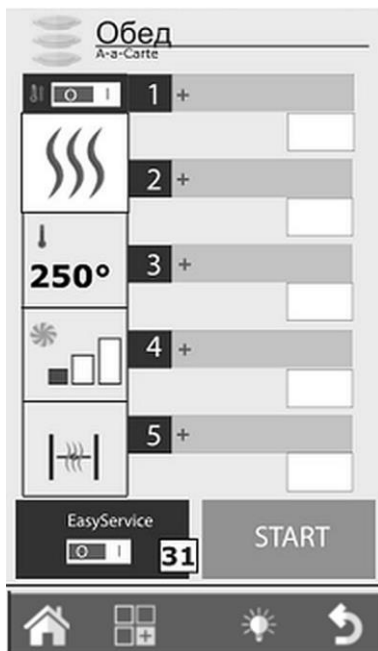

Рис. 38
1. Для активации Easy Service установить переключатель Easy Service (31, Рис. 38) в положение „I“.